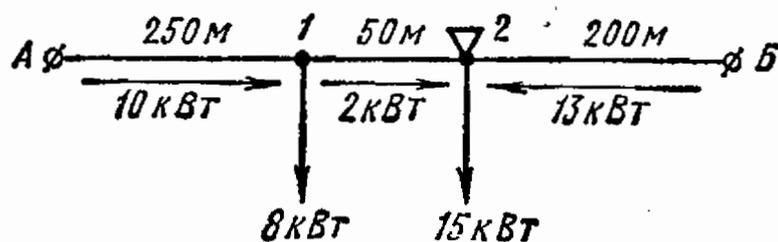

Рис. 17.34
17.34. Два цеха машиностроительного завода, которые могут быть отнесены к электроприемникам 1-й категории, получают питание от двух подстанций. Нагрузка цехов и расстояние цехов от подстанций даны на схеме сети (рис. 17.34). Номинальное напряжение электроприемников 380 В.